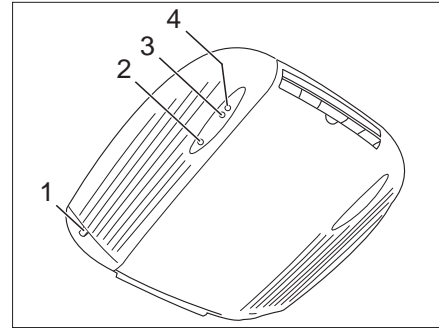

Bild 203 Innenansicht
- Die Klimaanlage ist betriebsbereit. Die rote LED (Bild 203,2) leuchtet.
- Die grüne Kontroll-Leuchte (Bild 203,3) zeigt den Kühlbetrieb, die rote Kontroll-Leuchte (Bild 203,4) den Heizbetrieb an.